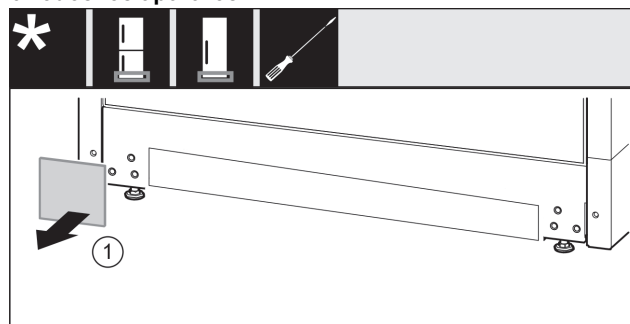

Fig. 35
- ▶ Retirar la cubierta. Fig. 35 (1)